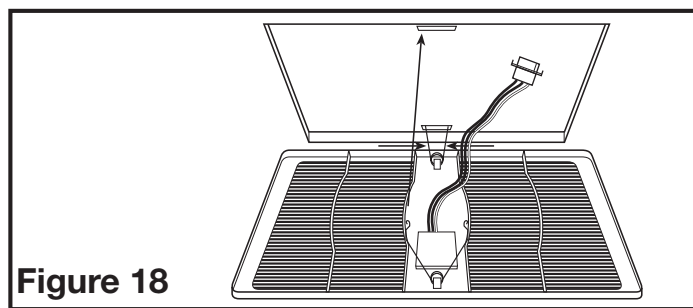

Figure 18
- MODÈLES DÉTECTION DE MOUVEMENT :** Installez la grille en pressant le ressort le plus loin possible du détecteur de mouvement et installez-le dans la fente la plus éloignée du compartiment de fil sur le logement du ventilateur. Attachez le cordon de 3 broches à connexion rapide à partir du capteur de mouvement sur le gril soit au câblage installé à l'étape 2a (les modèles à une vitesse) ou au connecteur de la partie supérieure du compartiment de fil (modèles à deux vitesses). Ce cordon ne s'adapte que d'une seule façon dans le connecteur. Installez l'autre ressort en place et poussez la grille en position (Figure 18).